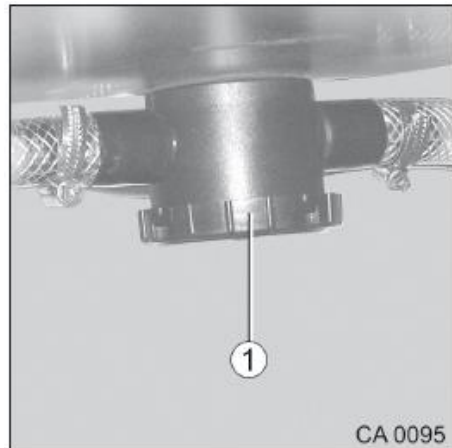

Fig. 144 Siphon
Pour éviter des mauvaises odeurs émanant de l'installation des eaux usées, le camping-car est équipé de siphons (Fig. 144/1).
2. Dévisser le couvercle (Fig. 144/1).
4. Revisser le couvercle (Fig. 144/1) sur le siphon.